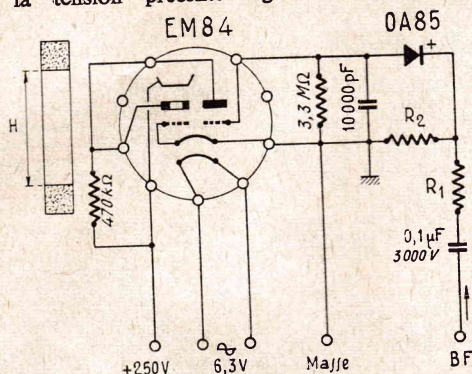

FIG. 1
**L**E modulomètre, dont le schéma est représenté sur la figure 1, comprend essentiellement un indicateur cathodique type EM84 et une diode à circuit OA85.